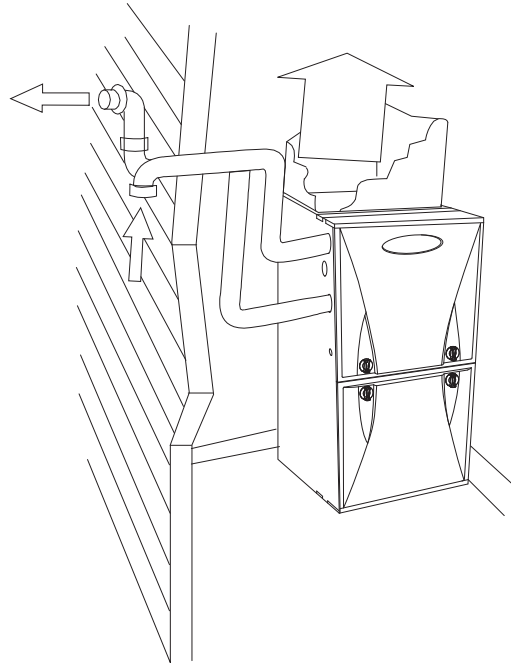
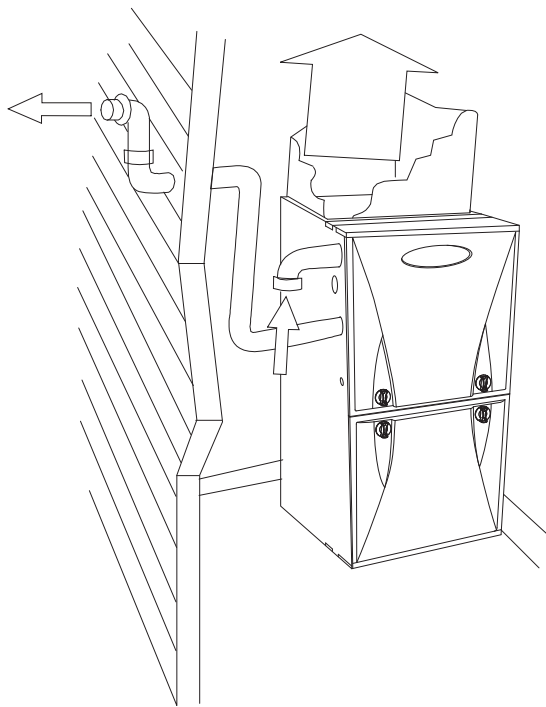

Figure 2 – Tuyaux d'évent extérieurs
Figure 3 – Tuyau d'air de combustion intérieur
- Votre nouvelle chaudière à gaz pourrait avoir été installée de deux façons, soit pour une application à ventilation directe (à deux conduits, fig.2) ou à ventilation indirecte (à un conduit, fig.3).
- **Dans une application à ventilation directe (deux conduits)**, votre chaudière utilise l'air de l'extérieur de la maison pour la combustion et évacue les gaz de combustion dans l'atmosphère. Ce type d'application comporte deux tuyaux reliant la chaudière à l'extérieur. Dans certains cas, le tuyau d'entrée d'air peut se trouver dans un endroit ayant accès à l'air extérieur, comme dans un grenier. Dans tous les cas, le tuyau d'évent de sortie doit être acheminé vers l'extérieur. (Consultez la figure 2.) Dans cette application, les tuyaux d'évent et d'entrée d'air doivent aboutir à l'extérieur de la structure et être complètement dégagés. Ne bloquez pas ou n'obstruez pas les ouvertures d'air sur la chaudière ou les espaces autour de la chaudière.
- **Dans une application à ventilation indirecte (un tuyau)**, votre chaudière utilise l'air de la pièce pour la combustion et évacue les gaz de combustion dans l'atmosphère. Ce type d'application comprend un seul tuyau reliant la chaudière à l'extérieur. (Consultez la figure 3.) L'autre tuyau aboutit dans le même espace que la chaudière et aspire l'air de combustion de la chaudière. Il ne faut donc pas que la chaudière soit enfermée dans une pièce hermétique ou isolée par des portes hermétiquement fermées. Il doit y avoir une circulation d'air suffisante pour assurer une combustion efficace et une bonne ventilation. N'obstruez le tuyau d'air de combustion d'aucune manière. Le tuyau d'évent doit aboutir à l'extérieur de la structure et ne doit jamais être bouché. Ne bloquez pas ou n'obstruez pas les ouvertures d'air ou l'espace autour de la chaudière.